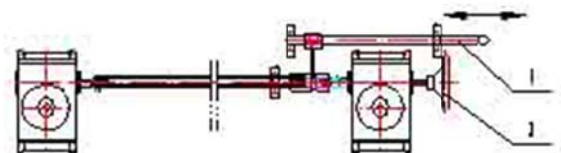

Fig. 5
- c. Ajustar la vara del embrague (1 en fig. 5) y el volante (2 en fig. 5) para observar la vinculación de los dos extremos del extremo de elevación del rodillo de espesor constante